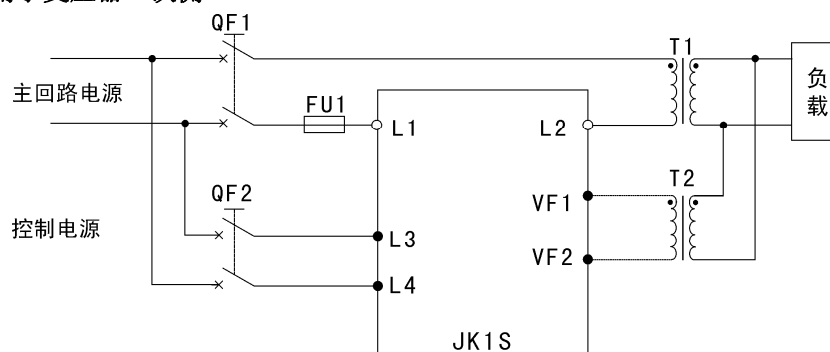

图3-7 变压器一次侧接线
(1) 主回路电压范围见产品铭牌（注意：L3、L4最大输入为440VAC，如主回路电压超过L3、L4输入允许值，要求加变压器降压，同时注意L1、L3的相位关系）；
(2) 控制器出厂时已经连接输出反馈，如果恒定变压器一次侧电压，不用修改反馈接线；
(3) 恒定变压器二次侧电压时，请按图3-7接线，要求：
(4) 带变压器负载时，设置2.12 = 1；
(5) 限制变压器一次侧电流，合理设置2.10、2.11；
(6) 控制接线及参数设置请参照应用实例1。